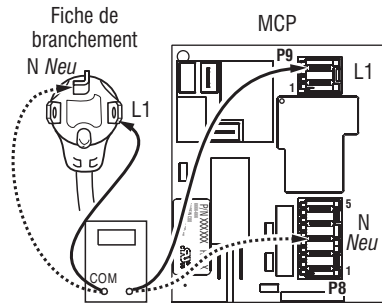

Figure 4 - Raccordement entre fiche et borne pour une sècheuse électrique.
4. Avec un ohmmètre, contrôler la continuité entre les broches L1 et N de la fiche de branchement du cordon d'alimentation et les bornes L1 et N du MCP. Voir Figure 4.